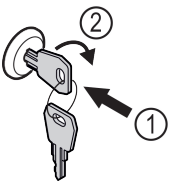

Fig. 151
- ▶ Paina avain lukkoon Fig. 151 (1).
- ▶ Kierrä avainta 90° myötäpäivään Fig. 151 (2).